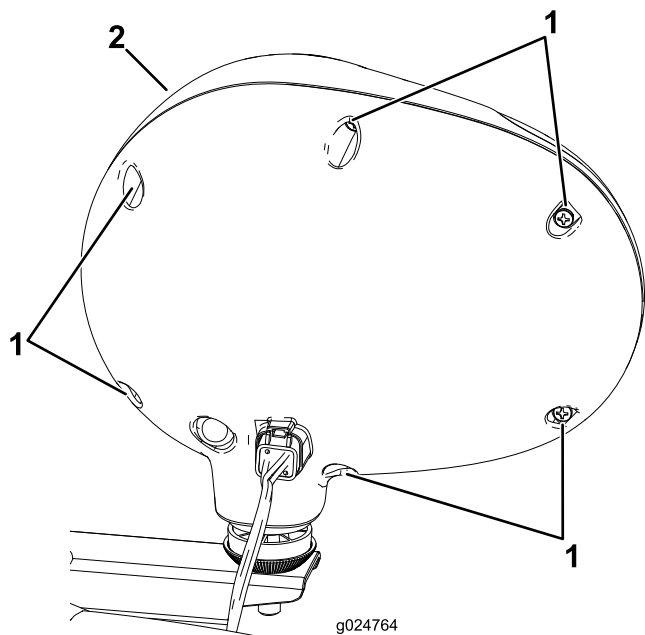

Figure 69
2. Enlevez les 6 vis de fixation du phare (Figure 69).
3. Déposez le boîtier du phare (Figure 69).